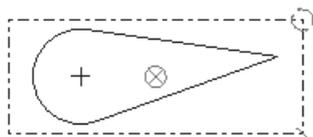

图 2.5.4 图元操作图
Step 3 选取要打开的文件（s2d0001.sec）并单击 **打开** 按钮，在绘图区单击一点以确定草图放置的位置，该二维草图便显示在图形区中（图 2.5.4），同时系统弹出“旋转调整大小”操控板。